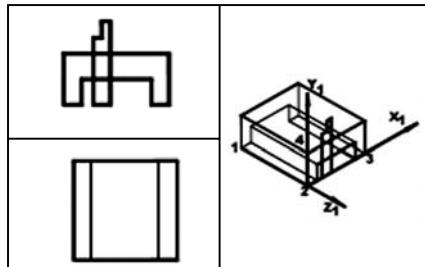

Рис. 7.18. Повернутое основание
3. Сформировать цилиндр. Создать новую ПСК1 — «Сервис» / «Новая ПСК» / «3 Точки». Начало координат — т. 2; новое положение оси *OX* — т. 3; новое положение оси *OY* — т. 4 (рис. 7.18).